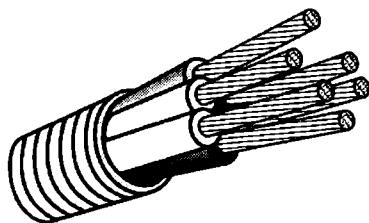

Рис. 2.81. Кабеля в гофрированной трубе
**Гофрированные пластиковые трубы.** Кроме коробов существуют пластиковые и металлические трубы, предназначенные для прокладки кабеля. У них более широкий спектр применения. Кабель-канал в основном укладывается на ровную, гладкую поверхность — это необходимое условие для корректного монтажа. Трубы можно монтировать практически на любую поверхность, где их можно закрепить при помощи металлических скоб или специальных клипс. Кроме того, гофрированную гибкую трубу, или гофру, можно поворачивать под любыми углами или даже укладывать петлями. Гофра предназначена для прокладки любого вида проводников как внутри помещений, так и снаружи. Защищает кабель от механических повреждений и повышенной влажности, а также предохраняет людей от поражения током (рис. 2.81).